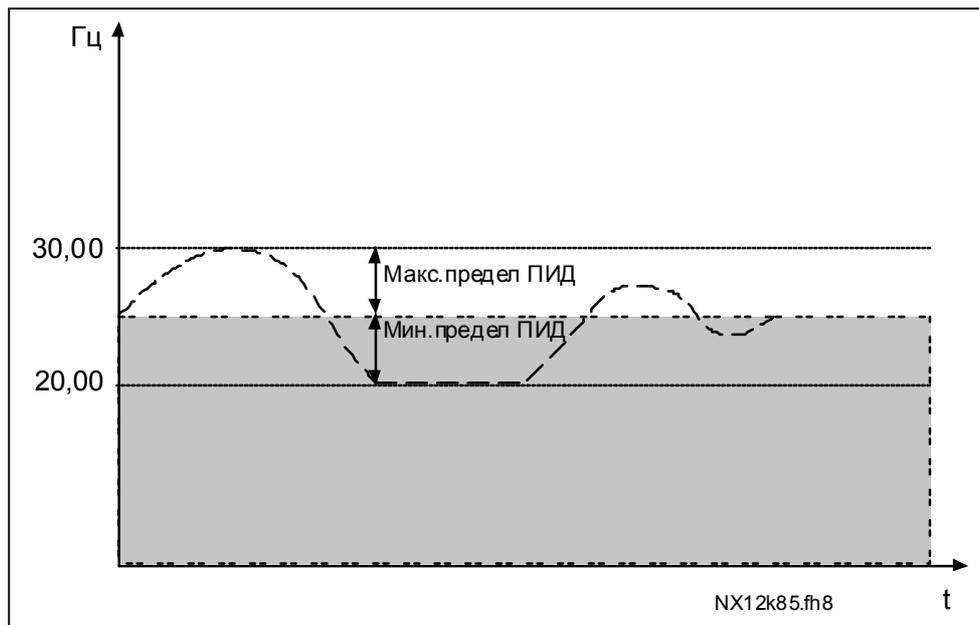

Рис. 8-33. Точка суммирования ПИД задания
- Если для этого параметра выбирается значение 5, то значения параметров ID319 и ID301 автоматически устанавливаются на 13. См. Рис. 8-33.